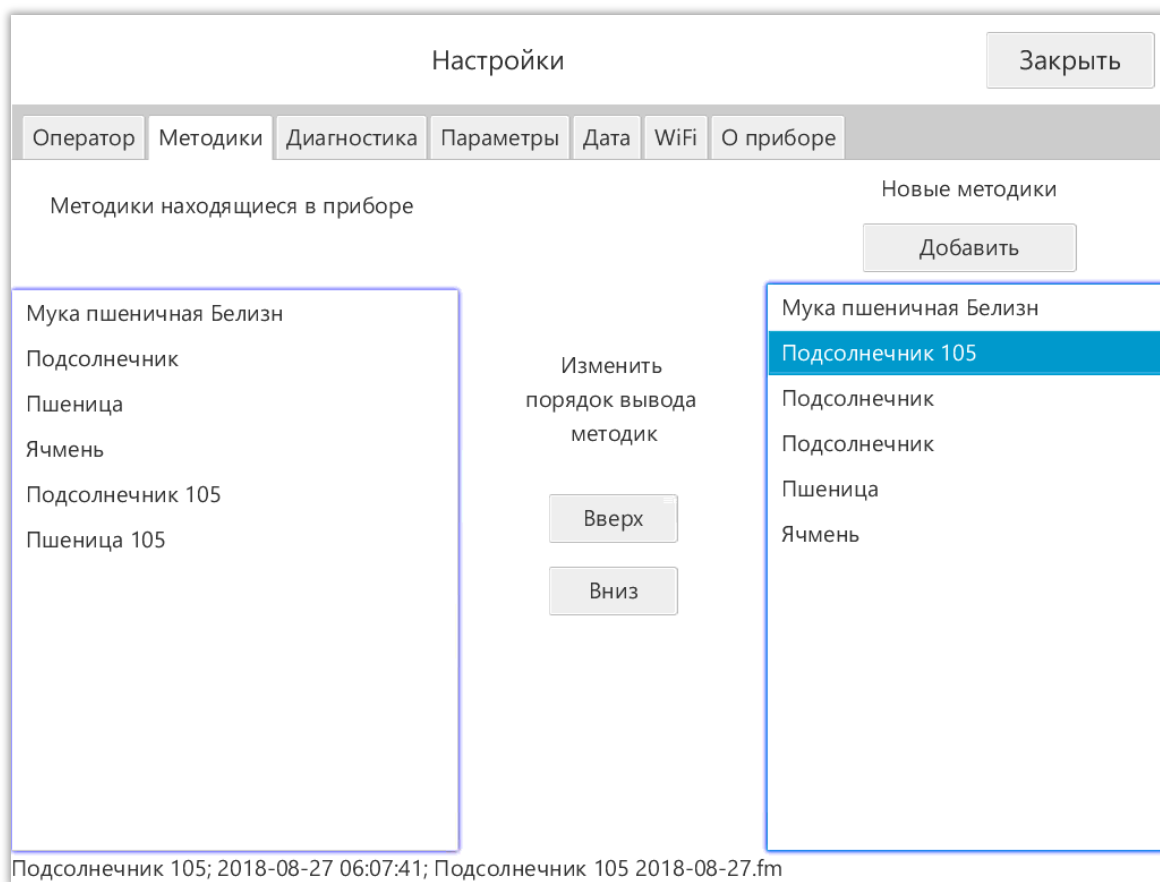

Рис. 3.4 - Добавление или обновление методик
- открыть закладку «Методики» (рис. 3.4).